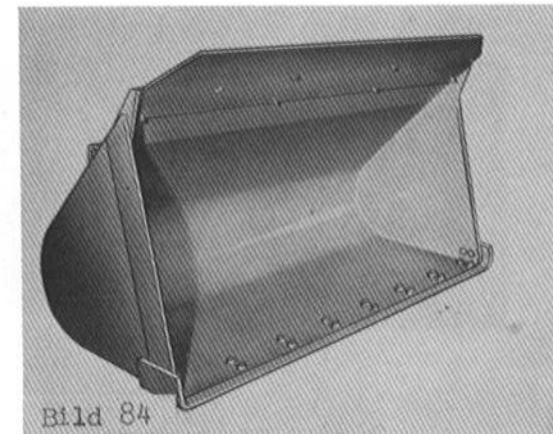

Bild 84
3. Leichtstoff-Schaufel (Bild 84)